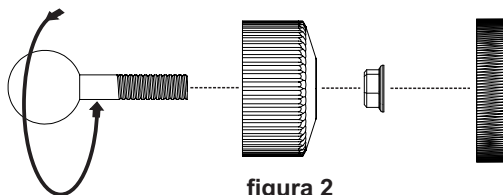
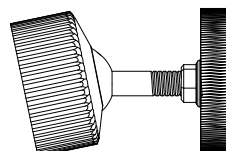

figura 2
figura 3
Montare (3), (4) e (5) come indicato nella figura 2. Avvitare il pomello a vite (4) nell'inserto scanalato sul retro dell'altoparlante (6) (l'altoparlante non è mostrato in basso). Stringere il dado M10 (5) all'altoparlante con una chiave apposita. L'assemblaggio sarà simile a quello indicato nella figura 3..